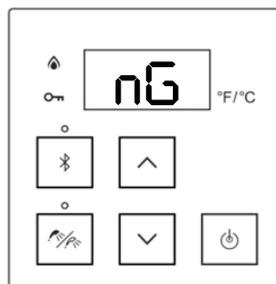

Figure 54
2. Appuyer sur la touche « Priority » (Priorité). Le contrôleur affiche « **nG** » (gaz naturel) (figure 54).